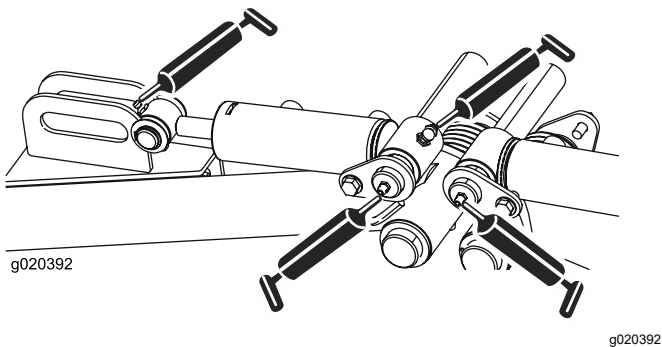

Рисунок 47
- Цилиндры поворота и подъема задних подъемных рычагов (по 3 шт.); см. (Рисунок 47)